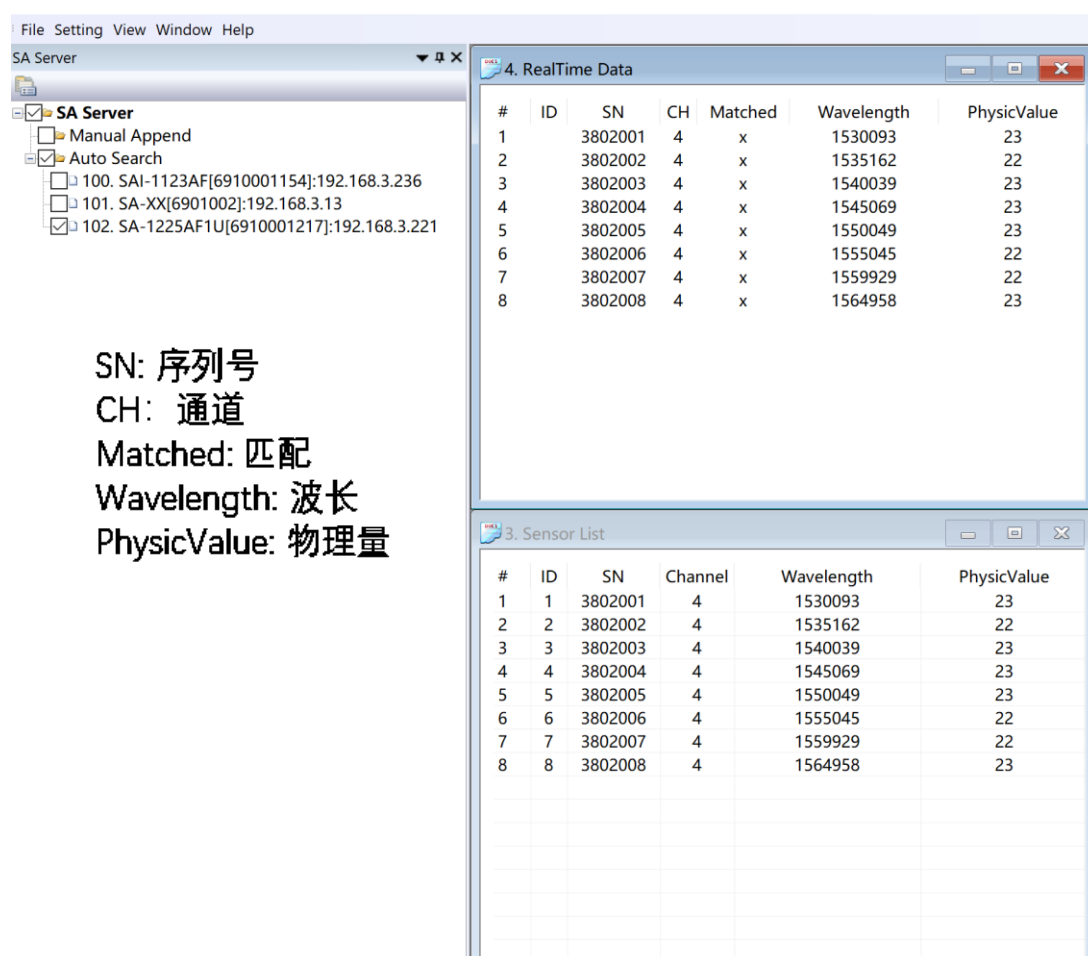

图 6
双击 SA 解调仪列表中的特定设备，右侧有传感器的实时数据列表，如图 6。
4.1 将光栅传感器（图 6）的 FC/APC 连接器链接解调仪的第一通道，如图 7。